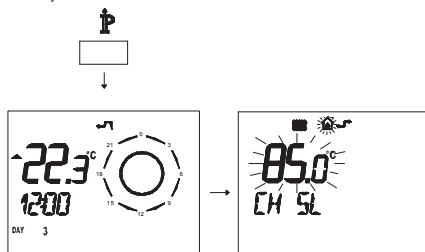

Рисунок 5.60
- Нажмите и удерживайте 3 секунды кнопку **P**, чтобы войти в режим **INFO** (Рисунок 5.60).